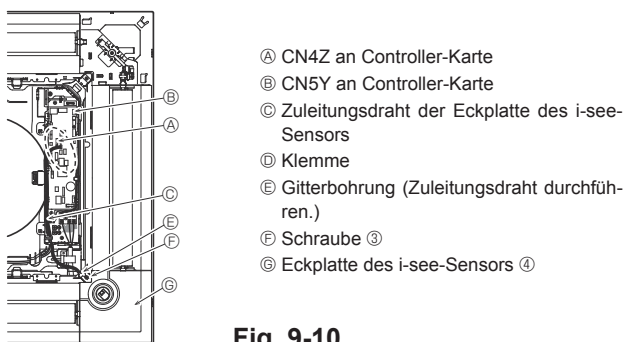

Fig. 9-10
9.4.6. Anbringen der Eckplatte des i-see-Sensors (Fig. 9-10)
- Die Klemme des Zuleitungsdrahts (weiß, 4-polig und weiß, 5-polig) der Eckplatte des i-See-Sensors ④ von der Seite des Elektrokastens am Hauptgerät aus verlegen und mit der Klemme CN4Z und CN5Y an der Controller-Karte verbinden.